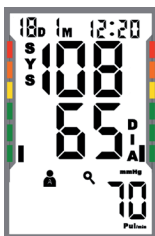

Fig. 8
- Appuyez sur la touche flèche droite „MEM“ plus de 3 secondes. La dernière valeur mesurée est affichée (s.. Fig 8). En utilisant les touches fléchées, vous pouvez maintenant faire défiler dans le sens descendant chronologique à travers les valeurs mesurées. Date et heure de la mesure sont affichés automatiquement. Sur les côtés de l'écran, vous voyez aussi, la plage dans laquelle la valeur mesurée est («échelle Biclassification”).